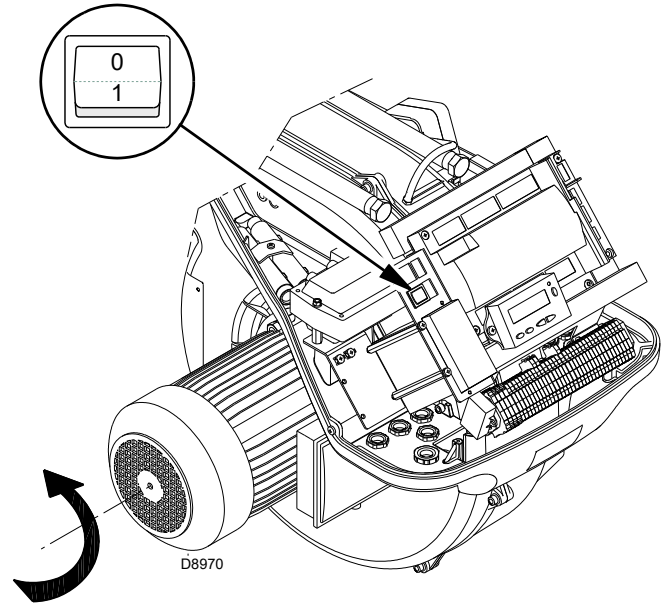

Abb. 32
Speisen Sie den Brenner über den Trennschalter am Schaltkasten des Heizkessels elektrisch. Schließen Sie die Thermostate/Druckwächter und bringen Sie den Schalter in Abb. 32 in Position "1".
Stellen Sie sich, sobald der Brenner startet, vor dem Kühlgebläse des Gebläsemotors auf und prüfen Sie, ob sich dieses entgegen dem Uhrzeigersinn dreht. Siehe Abb. 32.
- Stellen Sie den Schalter von Abb. 32 in Position "0" und warten Sie ab, dass das Steuergerät die Abschaltphase ausführt;
Mit dem Wahlschalter "0-1" von Abb. 32 auf Seite 32 schaltet der Brenner nicht sofort aus, sondern es wird die Abschaltphase ausgeführt.